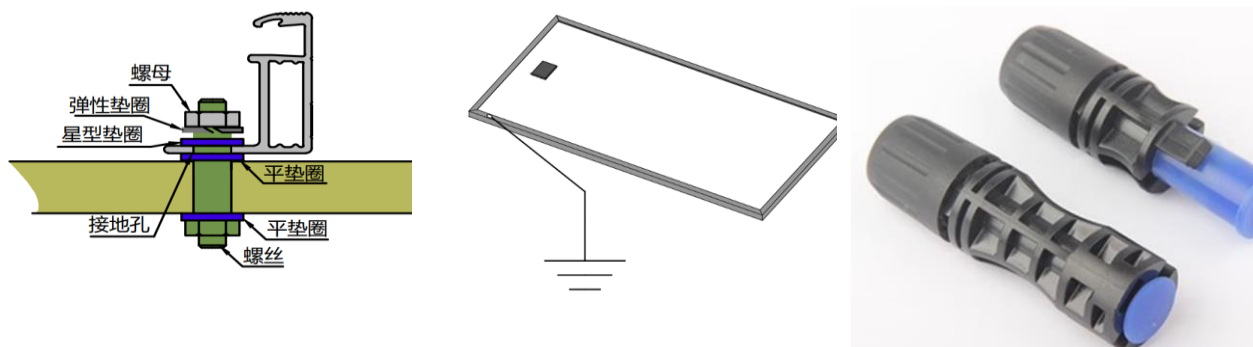

图13 组件接地图、防尘塞
- 如果连接器没有正负相连，连接器是不具有防水功能的。在组件安装后需要尽快连接或者采取适当的措施（如：安装防尘塞，图13右），避免渗入水汽和灰尘。避免连接器被阳光直射和浸泡到水里。避免连接器落在地面或屋顶上。在连接器是潮湿、弄脏或者其他不利状态下请不要连接连接器。
- 所有组件都需按照国际或当地的电气法规规定接地。使用预留的接地孔将组件通过接地线连接到支架，注意在接地线与组件边框之间需使用不锈钢星形垫片（图13左），此垫片用于避免不同金属接触而导致的腐蚀现象。拧紧螺丝，拧紧力矩要足够大，确保接地线不能用手拔出。用户可根据组件安装商建议自行选择接地方案。